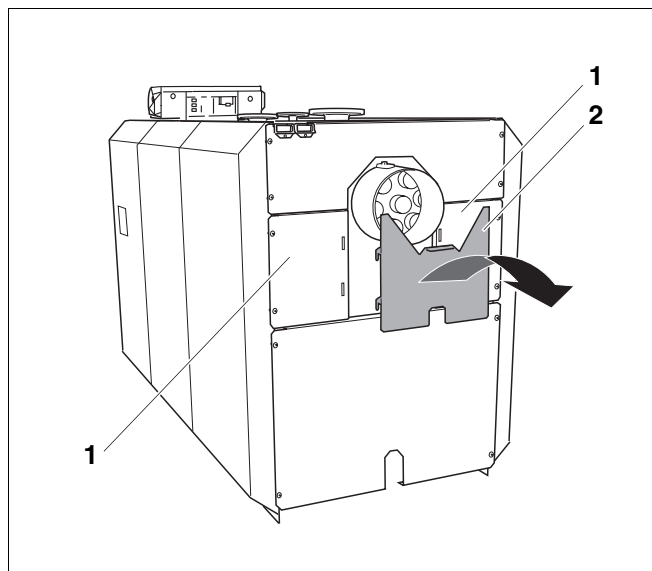
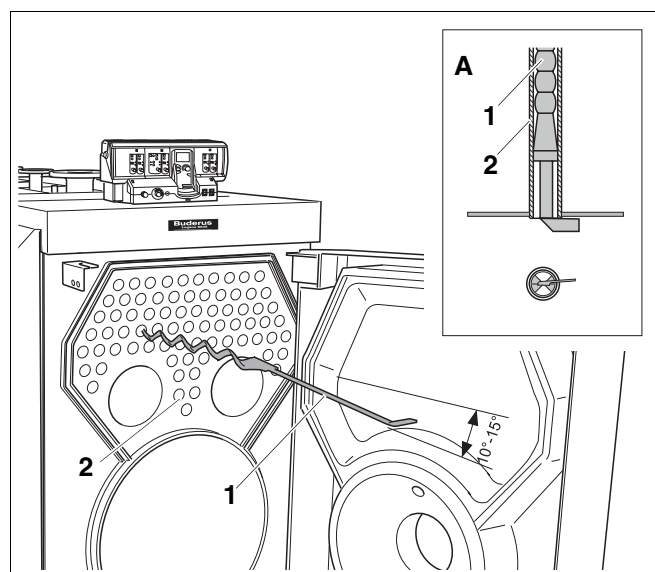

Fig. 52 Retirer la tôle de couverture du panneau arrière
Fig. 54 Corriger la précontrainte des turbulateurs
- Retirer la tôle de couverture du panneau arrière (fig. 52, **pos. 2**) dans le sens des flèches des panneaux arrières centraux gauche et droite (fig. 54, **pos. 1**).
- Vérifiez si les butées des turbulateurs adhèrent bien de face et horizontalement par rapport aux tuyaux (fig. 54, **Représentation A**).
- Insérer les turbulateurs (fig. 54, **pos. 1**) dans les tubes (fig. 54, **pos. 2**).
Si les turbulateurs (fig. 54, **pos. 1**) ne présentent plus suffisamment de précontrainte, celle-ci doit être corrigée.
- Retirer le turbulateur (fig. 54, **pos. 1**) du tube aux  $\frac{3}{4}$  de sa longueur (fig. 54, **pos. 2**).
- Plier le turbulateur (fig. 54, **pos. 1**) comme représenté dans la fig. 54 de  $10^\circ - 15^\circ$ .
- Remettre le turbulateur (fig. 54, **pos. 1**) à nouveau en place dans le tube (fig. 54, **pos. 2**).
- Recontrôler la précontrainte du turbulateur (fig. 54, **pos. 1**).